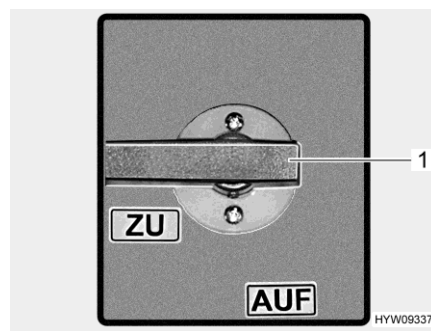

Fig. 177 Leva di comando (serbatoio delle acque grigie)
La leva di comando (Fig. 177,1) per lo scarico per le acque grigie si trova sotto una copertura (per l'ubicazione vedi paragrafo 10.6). Il tubo di scarico con collegamento per un tubo di gomma per lo scarico si trova sotto al veicolo.
- Aprire il rubinetto di scarico. A questo scopo ruotare la leva di comando (Fig. 177,1) del rubinetto di scarico di un quarto di giro. Le acque grigie fuoriescono.
- Dopo il deflusso completo delle acque grigie, richiudere il rubinetto di scarico. A questo scopo ruotare la leva di comando (Fig. 177,1) del rubinetto di scarico di un quarto di giro.